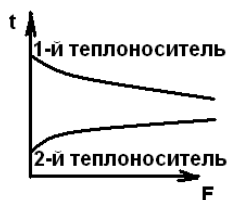

Рисунок 1
1). Рисунок 1 2). Рисунок 2 3). Рисунок 3 4). Рисунок 4 5). Рисунок 5